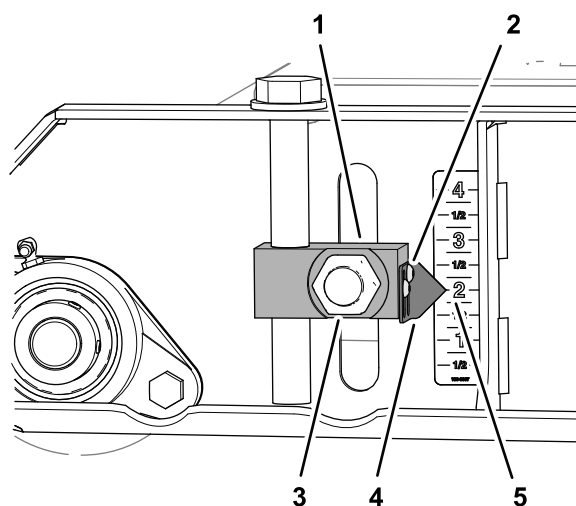
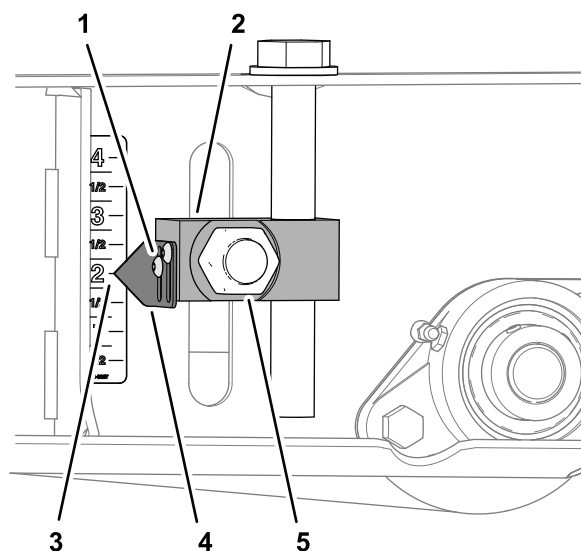

Figure 82
Figure 84
- Desserrez les 2 vis à tête creuse qui fixent le pointeur au bloc de réglage de hauteur de coupe, alignez le pointeur sur le repère de 5 cm sur l'autocollant, puis resserrez les vis (Figure 82).
6. Desserrez les vis à tête creuse qui fixent les 2 pointeurs au bloc de réglage de hauteur de coupe, alignez les pointeurs sur le repère de 5 cm sur l'autocollant, puis resserrez les vis (Figure 84).
7. Serrez les 4 écrous qui fixent les 4 blocs de réglage de hauteur de coupe (Figure 82 et Figure 84) sur les rouleaux avant et arrière à 322 N·m.